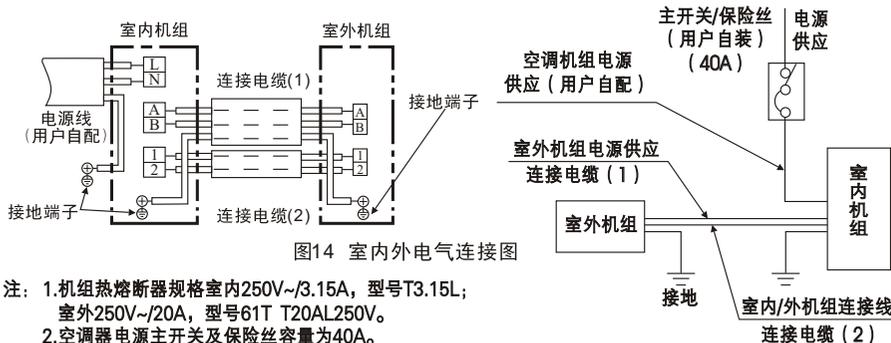

图14 室内外电气连接图
- (1) 用附件④及⑮连接电缆按接线图要求正确地连接室内外机组，绝对不可连接错误(如图14)。
- (2) 连接电缆必须用室内外机组上的附属电线压板压紧。
- 接地线必须根据图14所示用连接电缆中黄/绿色导线接至带有“⊕”标记的接线端子上。